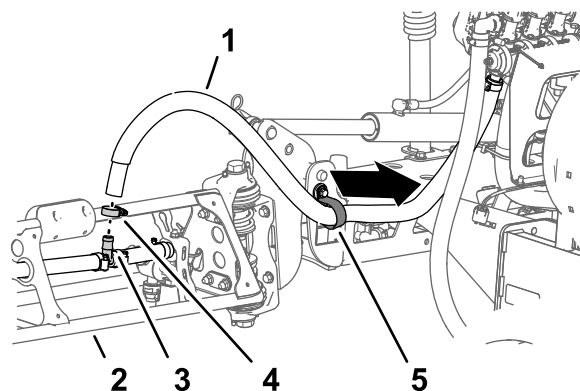

图 35
1. 在外侧喷洒段取下将喷洒段软管固定到宝塔 T 形接头的软管夹图 35。
2. 从 T 形接头上拆下软管 (图 35)。
3. 从 R 形夹上取下软管的自由端 (图 35)。